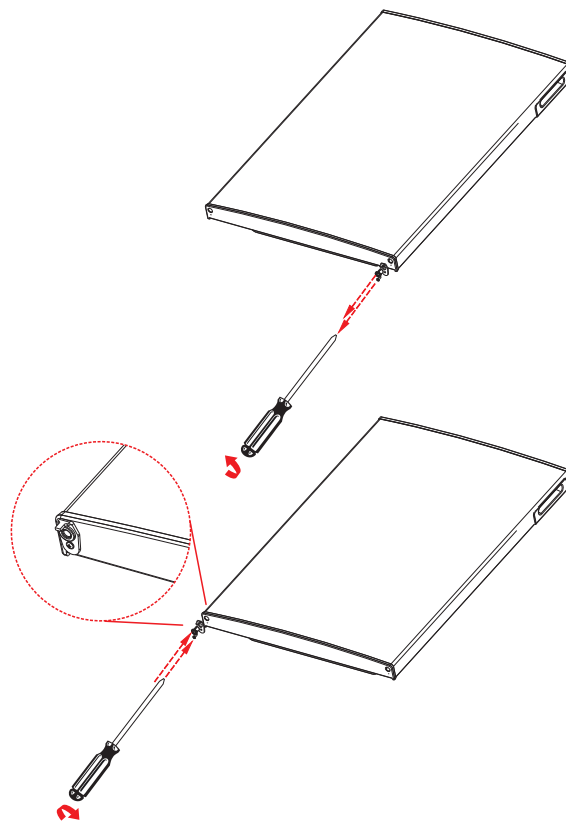

Fig. 15
- ▶ Løsn skruen for den nederste dørstopbegrenser. Flyt ligeledes dørstopbegrenseren til venstre side, og skru dørstopbegrenseren fast med skruen (fig. 15).